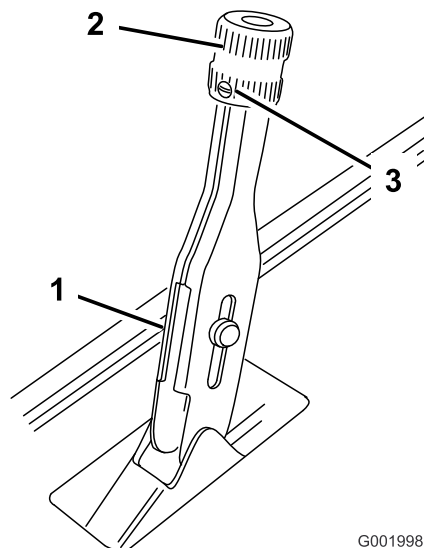

図 58
1. ブレーキ・レバーに調整ノブを固定している固定ネジをゆるめる(図 58)。